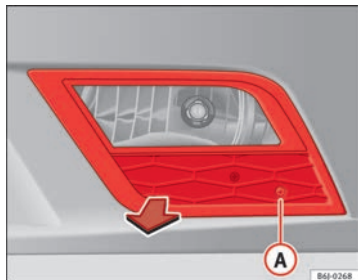

Abb. 160 Nebelscheinwerfer
- Entfernen Sie die Schraube ⇒ Abb. 160 **A** mit einem Schraubendreher aus dem Gitter des Nebelscheinwerfers.